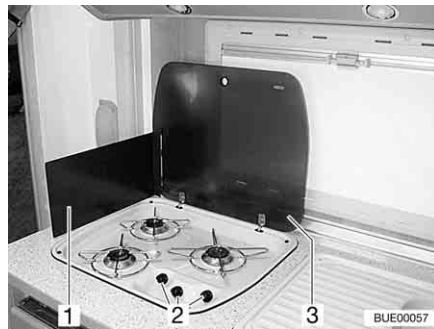

Fig. 210 Fornello a gas
- Aprire la copertura del fornello a gas (Fig. 210,3).
- A seconda del modello, alzare o posizionare il proteggifiamma (Fig. 210,1).
- Ruotare il pomello girevole (Fig. 210,2) dell'impianto a fiamma libera desiderato in posizione accesa (fiamma alta).